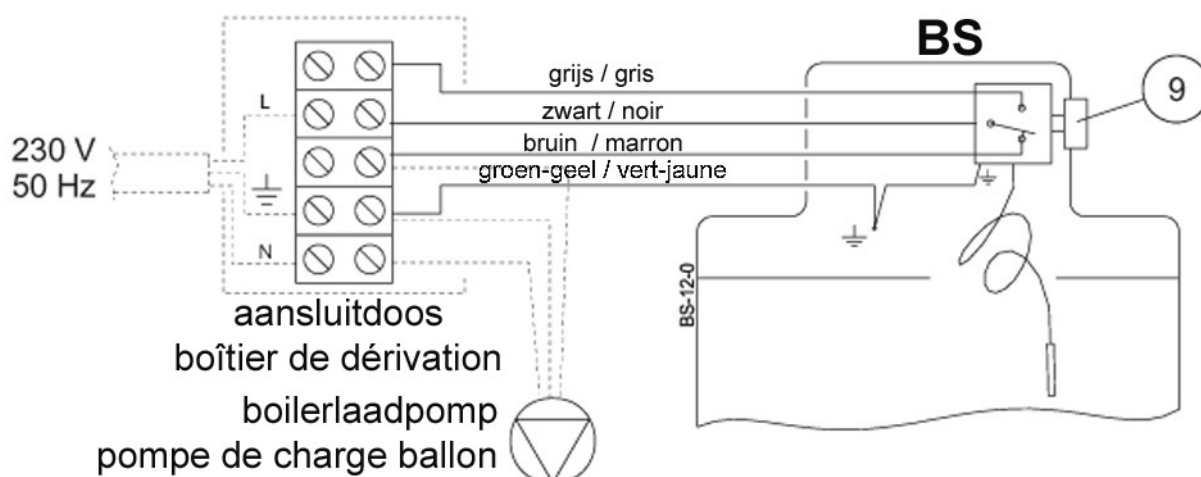

Fig. 7
6.2.1 Ketel met boilerlaadpomp en zonder elektronische regeling via NTC (fig. 7)
- ▶ De thermostaat (9) start de boilerlaadpomp die de warmtewisselaar van de boiler voedt bij warmtevraag sanitair.
- ▶ Sluit de boilerlaadpomp aan zoals aangeduid in fig. 7.
6.2.1 Chaudière avec pompe de charge ballon et sans réglage électronique via CTN (fig. 7)
- ▶ Le thermostat (9) met en service la pompe de charge ballon qui alimente l'échangeur du ballon en cas de demande sanitaire.
- ▶ Raccorder la pompe de charge ballon comme indiqué à la fig. 7.
De thermostaat (fig. 7 – nr. 9) is niet actief.
Le thermostat (fig. 7 – n°. 9) n'est pas actif.